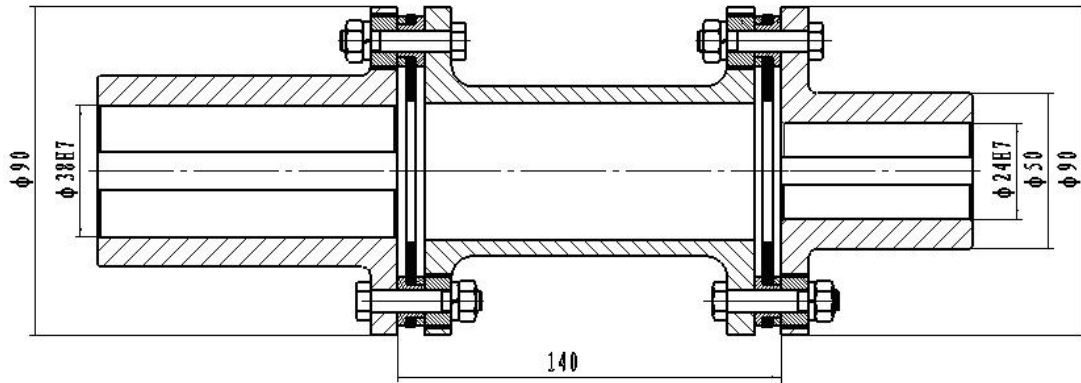

图 3 联轴器安装示意图
(1) 完成膜片联轴器的中间节及膜片组件的安装与调整，联轴器安装示意图如图 3 所示。
- (2) 以泵的轴线为基准，调整电机轴，使其径向圆跳动不大于 0.03mm。
- (3) 以泵的轴线为基准，调整电机轴，使其倾斜度误差不大于 0.4 mm /m。
- (4) 图 3 中 140mm 尺寸误差不大于 ±0.2mm。
- (5) 选手在参赛过程中应按表 3 要求填写记录。